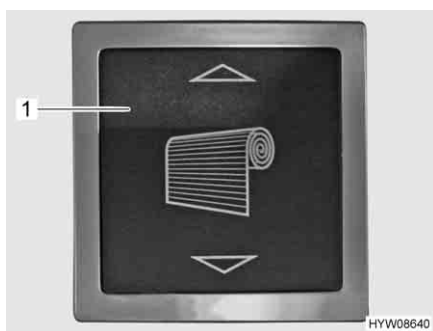
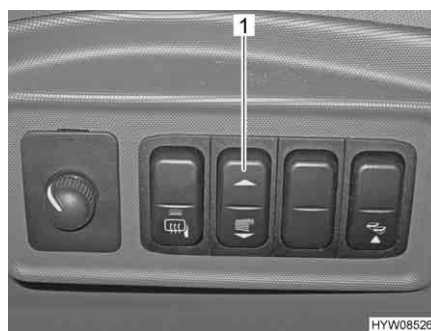

Fig. 73 Pulsante basculante per oscurante a rullo (vano abitabile)
Fig. 74 Pulsante basculante per oscurante a rullo (cruscotto)
- Premere e tenere premuto il pulsante basculante (Fig. 73,1 o Fig. 74,1), finché l'oscurante a rullo (Fig. 71,1) ha raggiunto la posizione desiderata.
- Premere e tenere premuto il pulsante basculante (Fig. 73,1 o Fig. 74,1) finché l'oscurante a rullo (Fig. 71,1) ha raggiunto la posizione più alta.